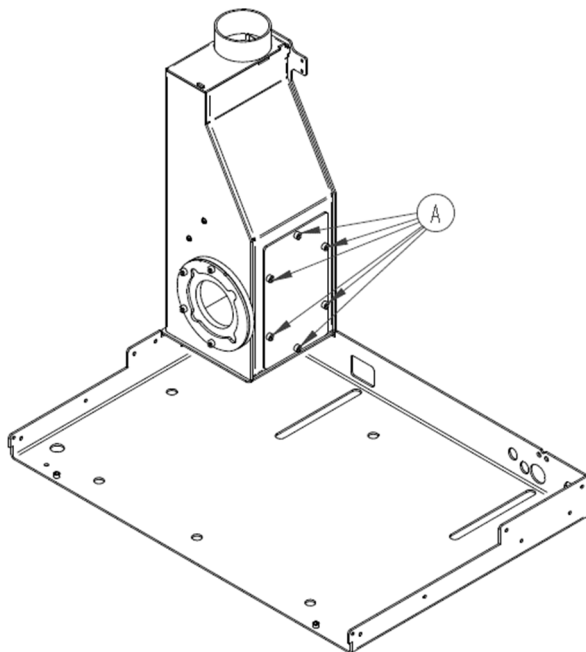

Figura 51 – Caixa de fumaça extrator
- Na parte traseira esquerda do equipamento encontra-se a caixa de fumos (Figura 51). Na presente caixa de fumos é possível verificar a junta de vedação entre a caixa de fumos e o extrator. Na manutenção deve ser verificado o estado da presente junta de cor vermelha. A mesma não pode apresentar gretas nem cortes e deve manter elasticidade (não pode estar rígida). Caso não se verifique boa condição esta deve ser substituída (CO0510000750000 – Vedante silicone Vermelho diâmetro 75x145mm)
- A caixa de fumos (Figura 51) referida no ponto anterior dispõe de uma tampa lateral (lateral direita vista de frente) fixa com 6 parafusos DIN 912 M6x12. A mesma poderá ser acedida com recurso a uma chave Allen nº5.